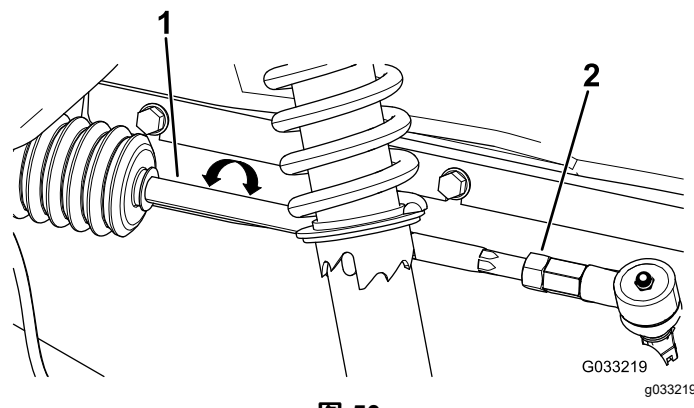

图 50
2. 如果测量值超出 06mm 应松开横拉杆外端的锁紧螺母 图 50。